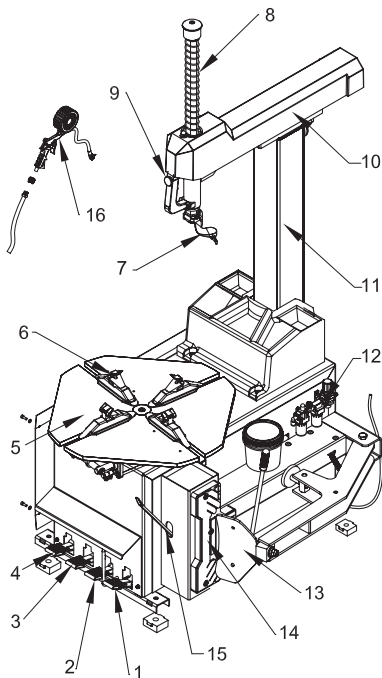

Рисунок 2 - Общий вид шиномонтажного станда
2. Нажмите педаль вращения стола (3, рис. 2). Монтажный стол должен вращаться по часовой стрелке. Поднимите педаль. Стол должен вращаться против часовой стрелки.
3. Нажмите педаль отжима покрышки (1, рис. 2) до срабатывания лопаты отжима. При отпускании педали она должна вернуться в исходное положение.
4. Нажмите педаль зажима кулачков (2, рис. 2) для разведения кулачков. При повторном нажатии на педаль кулачки сходятся.
5. Нажмите на спусковой крючок на пистолете накачки для выпуска воздуха из наконечника (16, рис. 2).
2. Установите колесо на монтажный стол (5, рис. 2).
- Поместите четыре кулачка (6, рис. 2) в положение, отмеченное маркировкой на столике, выжимая до половины вниз педаль зажима (2, рис. 2).
4. Опустите штангу (8, рис. 2), пока монтажная головка (7, рис. 2) не окажется рядом с ободом над колесом. При помощи блокировки зафиксируйте положение штанги.
6. Поднимите закраину покрышки на носик монтажной головки. Для этого вставьте монтажную лопатку между закраиной шины и носиком монтажной головки, затем приподнимите педаль вращения стола (3, рис. 2).
7. Удерживая монтажную лопатку (15, рис. 2) в нужном положении, вращайте стол по часовой стрелке, полностью выжав педаль вращения стола. Продолжайте, пока шина полностью не отделится от обода.
3. Зафиксируйте обод колеса при помощи внутренних частей кулачков (6, рис. 2).
**Замечание:** Если вы работаете с ободами одного и того же размера, нет необходимости постоянно фиксировать и освобождать штангу. Вместо этого сдвиньте в сторону консоль (10, рис. 2) с зафиксированной штангой (8, рис. 2).
1. Чтобы накачать шину, вставьте наконечник пистолета для накачки (16 рис. 2) в сосок шины при положении запирающего рычажка «UP» («вверх»). Убедитесь, что сопло плотно обхватывает сосок.